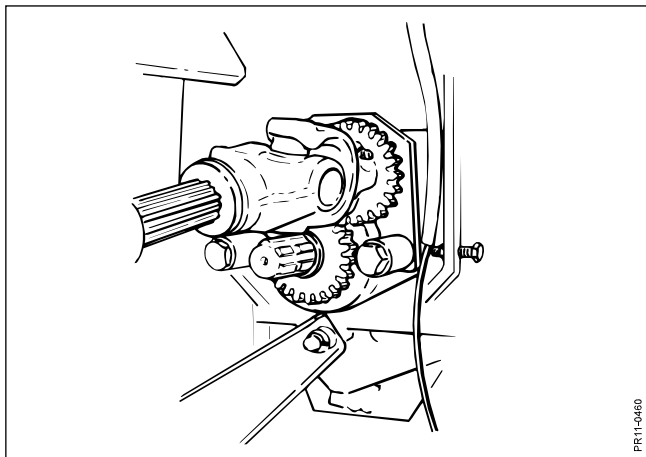

Fig. 4-28
- Fig. 4-28** 4. KO-akslen for rotoren monteres på den frie tap på rotorhuset. KO-akslen skal fastlåses på pos. 2, hvorved tandhjulene kommer i indgreb og rotoren vil køre med modsat omdrejningsretning.